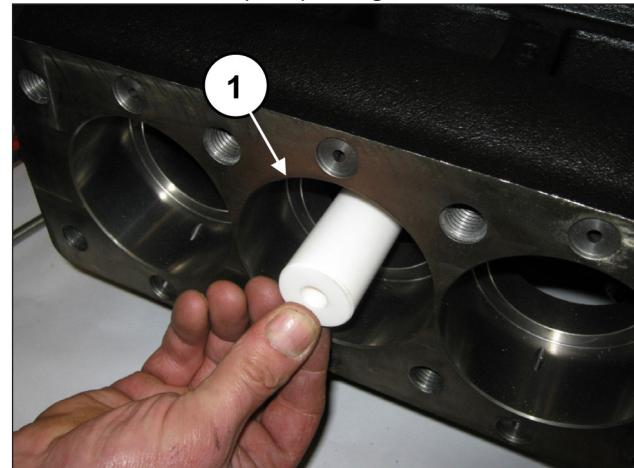
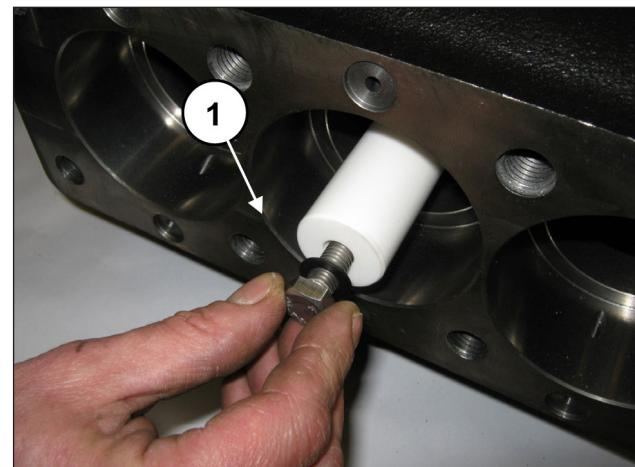

Fig. 184
Fig. 185
Monter les pistons sur leurs guides respectifs (rep. ①, Fig. 184) et les fixer comme indiqué rep. ①, Fig. 185.